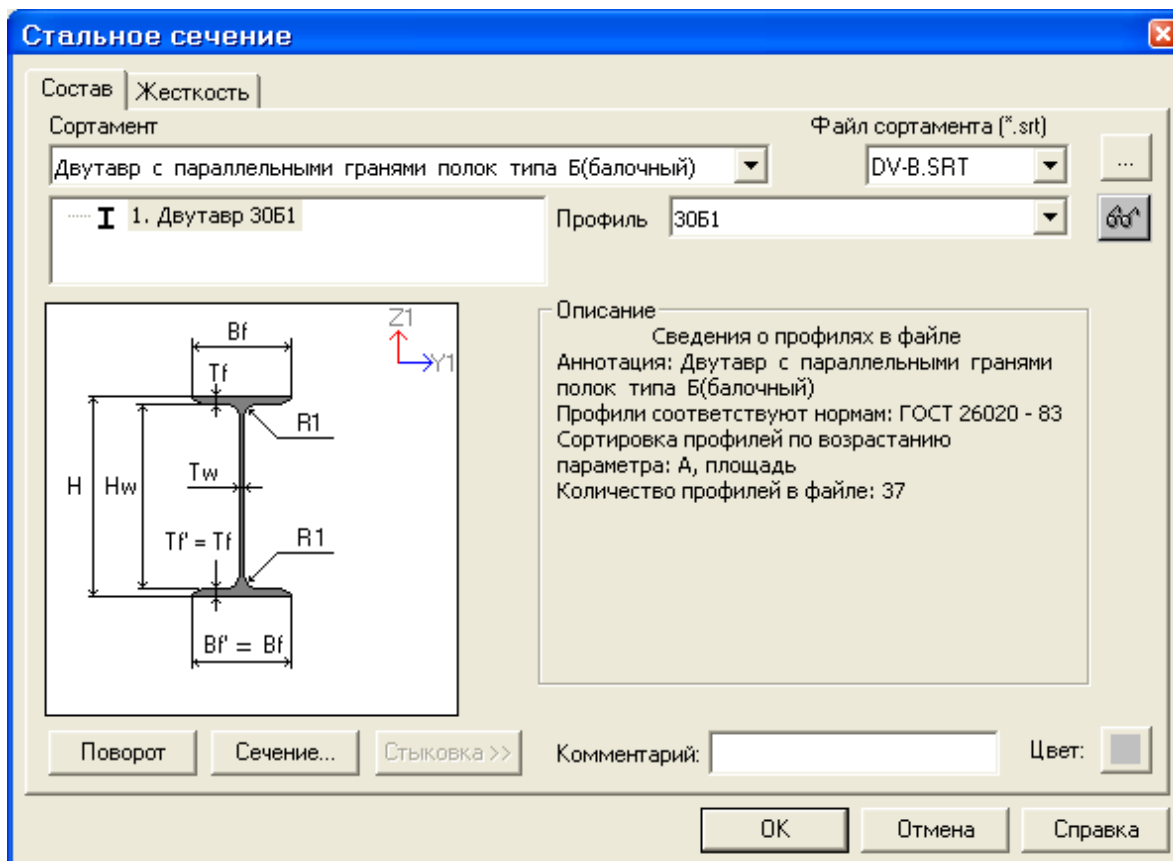

Рис.4.12. Диалоговое окно Стальное сечение
- В диалоговом окне **Стальное сечение** (рис.4.12) задайте параметры сечения **Двутавр** (для балок):